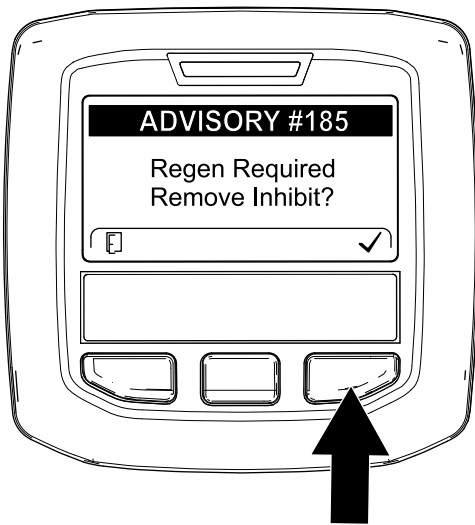

Рисунок 49
**Примечание:** Если настройка INHIBIT REGEN (ЗАПРЕТ РЕГЕНЕРАЦИИ) установлена на ON (Вкл.), дисплей инфо-центра покажет ИНФОРМАЦИОННОЕ СООБЩЕНИЕ № 185 (Рисунок 49). Нажмите кнопку 3, чтобы установить настройку запрета регенерации на КОГДА ИДЕТ ПРОЦЕСС РЕГЕНЕРАЦИИ СО СБРОСОМ, НА ДИСПЛЕЕ ИНФО-ЦЕНТРА ОТОБРАЖАЕТСЯ ЗНАЧОК ВЫСОКОЙ ТЕМПЕРАТУРЫ ВЫХЛОПА, и продолжайте регенерацию со сбросом.